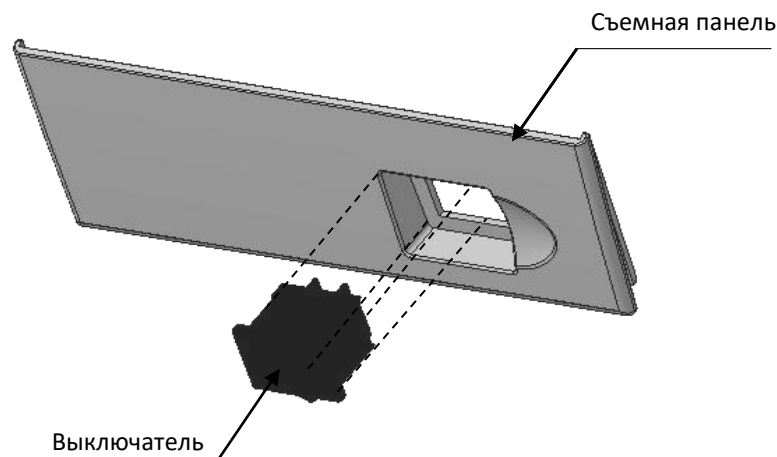

Рисунок 27. Установка выключателя сетевого кабеля с выключателем на съемной панели
- **Кабель сетевой с выключателем** (подробнее о сетевом кабеле описано в документе «Альбоме схем», представленном на сайте компании АТОЛ www.atol.ru) вставляется в прорезь (отверстие) с внешней стороны передней съемной панели нижней части корпуса изделия и протягивается до упора, при этом выключатель сетевого кабеля необходимо плотно зафиксировать на съемной панели таким образом, чтобы знак «О» выключателя располагался слева (см. рисунок 27 на странице 26).